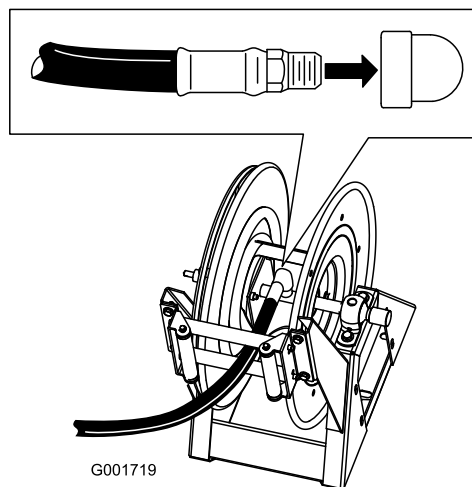

Figure 19
- Enroulez du ruban Téflon autour du filetage du raccord du long flexible et montez le raccord sans le tube de raccordement sur le dévidoir (Figure 19).